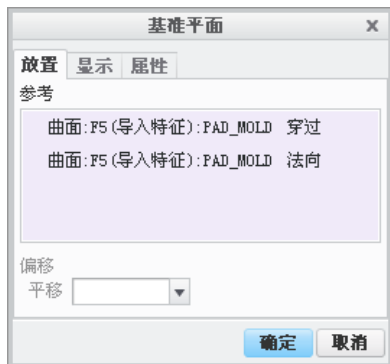

图 10.4.35 “基准平面”对话框
Step1. 在 **铣削** 功能选项卡中单击 **基准** 区域的“平面”按钮 , 系统弹出图 10.4.35 所示的“基准平面”对话框。